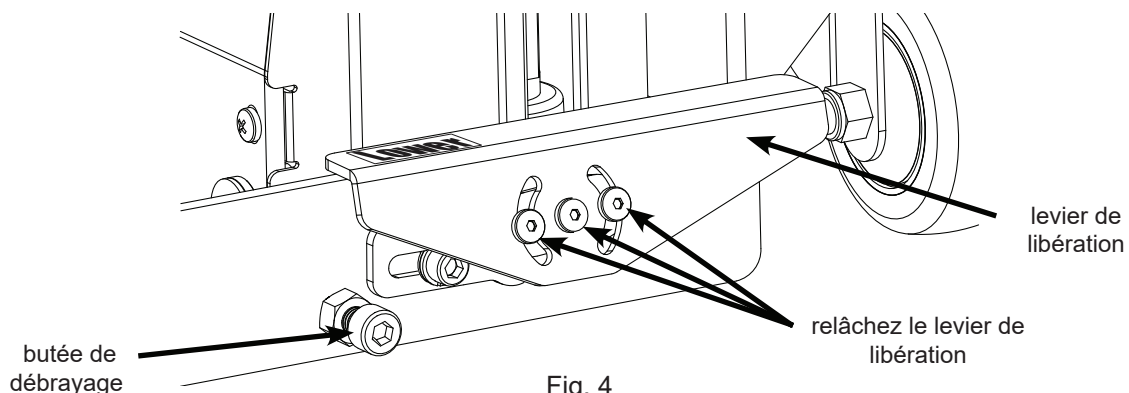

Fig. 4
1. Desserrez les trois vis du levier de libération avec une clé hexagonale de 3 mm (voir fig. 4). Ne retirez pas les vis. Une fois que les trois vis sont desserrées, le levier de libération tourne autour de la vis centrale.